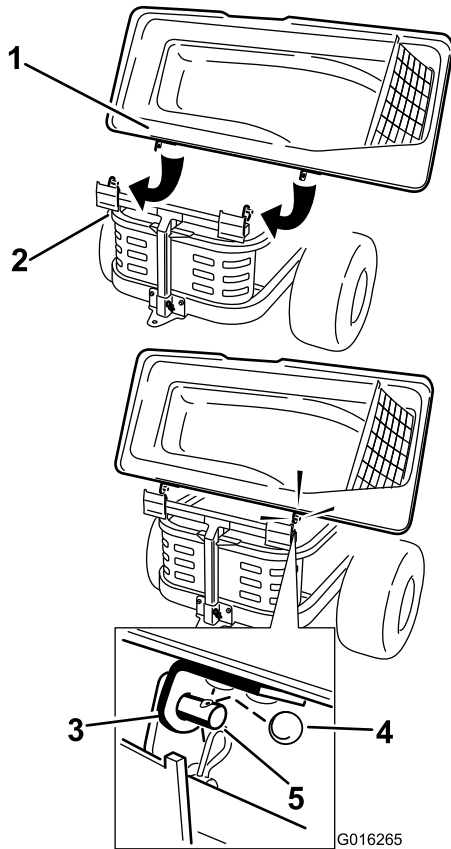

Figura 20
2. Fate scorrere le staffe sui montanti nel telaio del sistema di raccolta e montate la coppia circolare nel foro nel montante di destra (Figura 20).